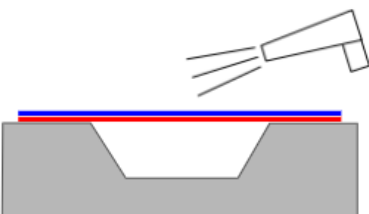

Fig.2
2) Caliente el material entre 35°C y 50°C para ablandarlo y facilitar así el proceso de incrustado. *Fig.2*